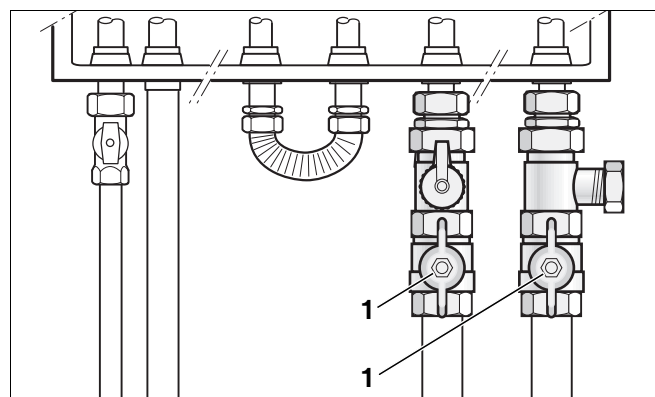

Abb. 5 Wartungshähne
- Stellen Sie sicher, dass die Wartungshähne (Abb. 5, **Pos. 1**) geöffnet sind (parallel zur Rohrleitung).